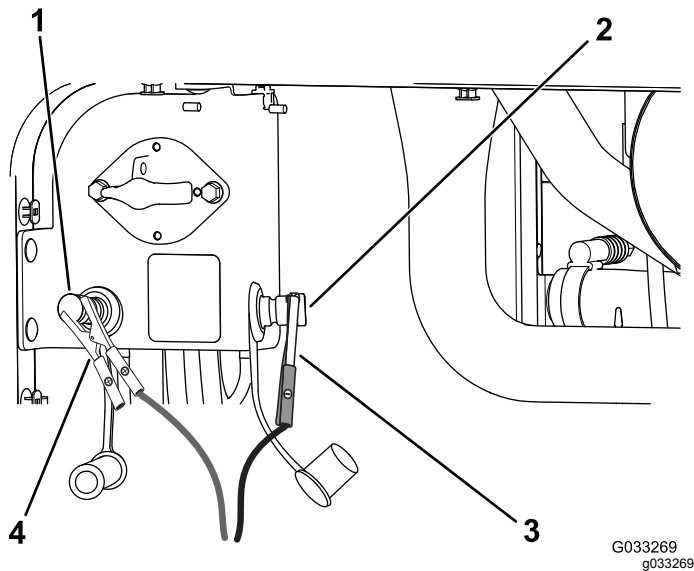

Figura 99
4. Conecte el cable puente positivo (+) al borne positivo de la batería del otro vehículo (Figura 99).
5. Conecte el cable puente negativo (-) al borne negativo de la batería del otro vehículo (Figura 99).
(-) del borne negativo de la batería del otro vehículo, y a continuación, que desconecte el cable puente positivo (+) (Figura 99).